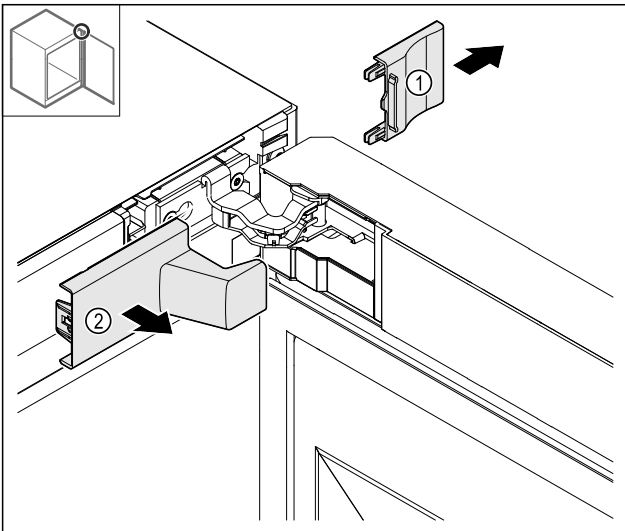

Fig. 14
- ▶ Noņemiet pārsegu Fig. 14 (1) un tad Fig. 14 (2).